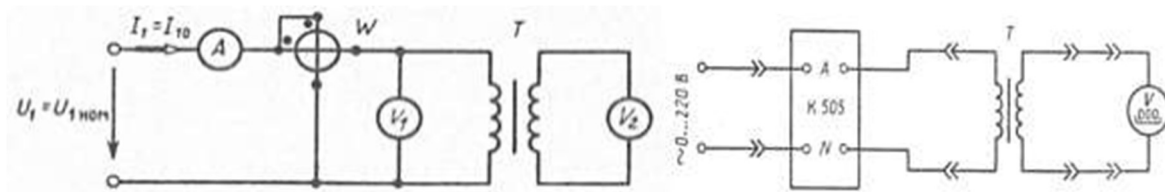

Рисунок 1 – Принципиальная и монтажная схема
- в соответствии с принципиальной схемой (рисунок 1) собрать электрическую цепь для проведения опыта холостого хода трансформатора по монтажной схеме питания электрической цепи осуществлять от регулируемого источника синусоидального напряжения;